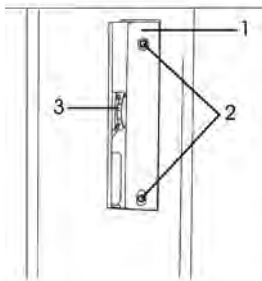

fig. 14 – retirando la tapa de la mesa para cambiar la hoja de sierra
2. Retire la tapa de la mesa (1), aflojando los dos tornillos (2), fig. 14;